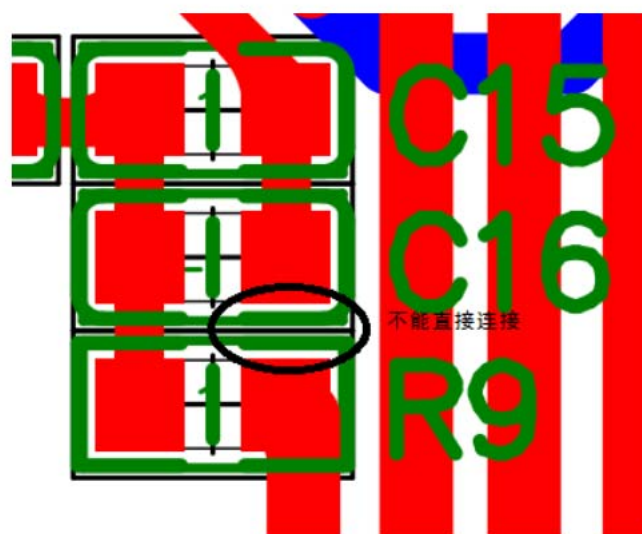

图 4
- 天线 1 欧姆或者 0 欧姆电阻不是直接接地图 4，必须接到天线上，天线中心抽头接地图 2 天线电路。